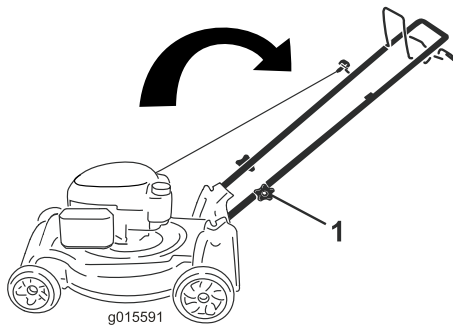

Figura 31
1. Allentate le manopole della stegola finché non riuscite a muovere liberamente la stegola stessa (Figura 31).
1. Manopola della stegola (2)
2. Piegate la stegola in avanti come mostrato nella Figura 31.